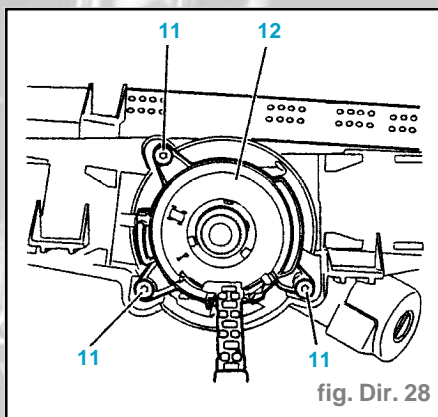

fig. Dir. 28
- Déposer les fixations (11) (fig. Dir. 28).
- Déposer le contacteur tournant (12) (fig. Dir. 28).